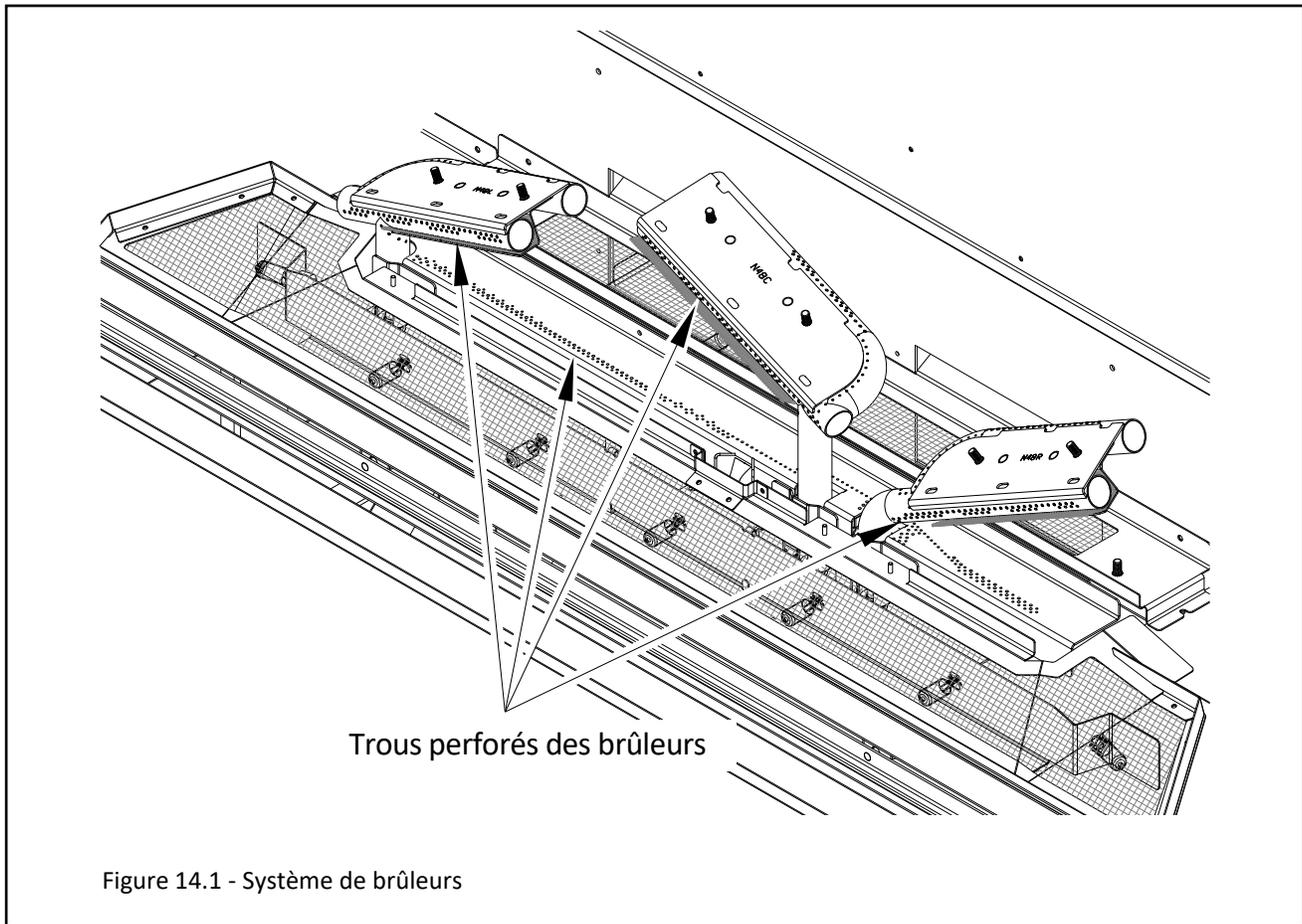

Figure 14.1 - Système de brûleurs
- Inspecter et vérifier que les brûleurs s'allument moins de (4) secondes après l'ouverture d'alimentation principale de la valve de contrôle de gaz. Vérifier tout câblage incorrect ou défectueux, et corriger ou remplacer au besoin. Inspecter les ouvertures d'air primaire (trous perforés des brûleurs, montrés à la Figure 14.1) et vérifier qu'aucun d'eux n'est bouché, surtout près de la veilleuse.